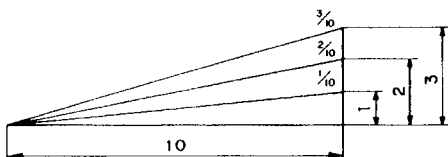

Fig. 25
(4) El gradiente, que es la proporción de la altura hasta la base de la sección triangular a extraerse, puede utilizarse para el ajuste de la escala de ingletes en vez del ángulo de corte, si así se desea (consulte la Fig. 25).